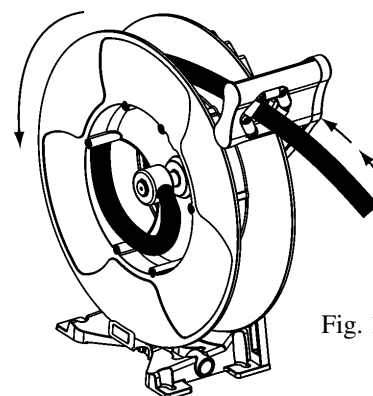

Fig. 14
4. Gently pull the hose and let it rewind (Fig. 14).
3. Dra försiktigt ut slangen tills spärren släpper och låt slangen rullas tillbaka på rullen (Fig. 14).
4. Dra försiktigt ut slangen tills spärren släpper och låt slangen rullas tillbaka på rullen (Fig. 14).